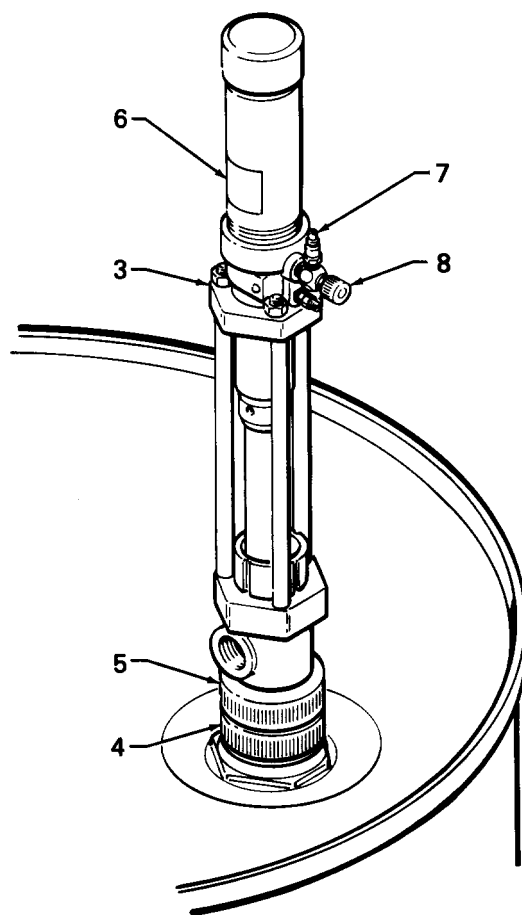

Fig. 1
3. **Instalar las bombas de alimentación (3)** de relación de presión 1:1 en los bidones de 200 litros ISO y RES.
- a. Enroscar correctamente el adaptador del orificio (4) y la bomba en la tapa del bidón y después apretar a fondo la tuerca (5) para obtener una estanqueidad perfecta. Ver Fig. 1.
- b. Separar las dos mitades de la etiqueta de identificación ISO/RES (6) a lo largo de la perforación. Limpiar la superficie del motor neumático con disolvente y poner la etiqueta apropiada (RES o ISO) para identificar el producto químico que se va a bombear. Ver Fig. 1.
- c. Recomendamos que se instale un regulador de aire cerca de la entrada de aire de la bomba de alimentación para controlar su velocidad. Para ello, retirar la válvula de aire (8), colocar adaptadores apropiados y aplicar junta de estanqueidad en los roscados macho para montar el regulador y conectarlo con el pasador.
4. **Montar el secador de aire (9)** en un lugar conveniente cerca de los bidones ISO y RES. Ver en la página 5 la instalación tipo. Remitirse al esquema de los orificios de montaje en el manual 307-548.